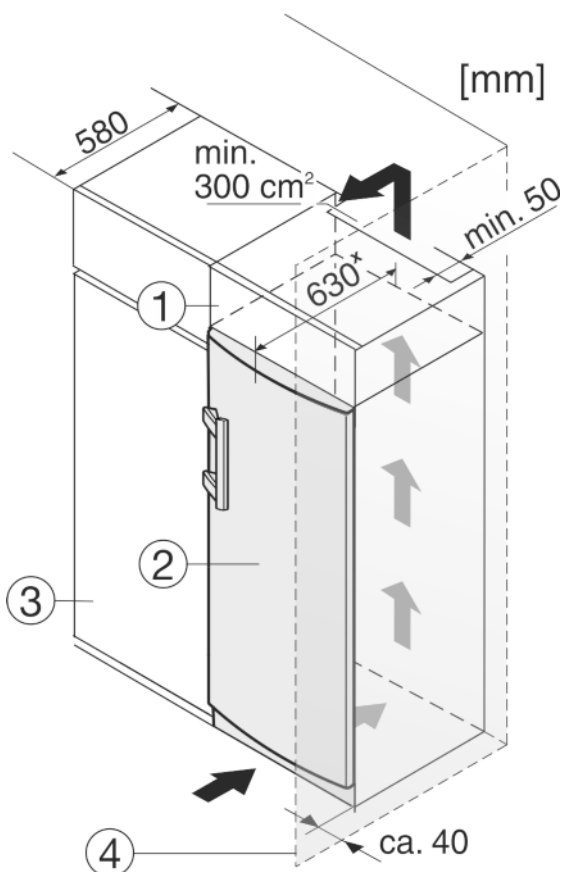

Fig. 9
L'appareil peut être entouré de meubles de cuisine. Pour adapter l'appareil *Fig. 9 (2)* à la hauteur des placards de la cuisine intégrée, on peut placer un élément haut *Fig. 9 (1)* au-dessus de l'appareil.
Lors de la transformation avec des placards de cuisine (profondeur max. 580 mm), l'appareil peut être placé directement à côté du placard de cuisine *Fig. 9 (3)*. L'appareil dépasse latéralement de 34 mm\* et de 50 mm\* au centre de l'appareil par rapport à la face avant du placard de cuisine.
Si l'appareil est installé avec les charnières à côté d'un mur *Fig. 9 (4)*, la distance entre l'appareil et le mur doit être de 40 mm min. Ceci correspond à la saillie de la poignée lorsque la porte est ouverte.